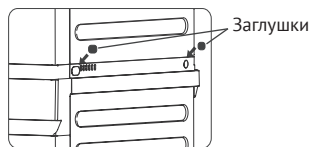

Рис. 5
5. Наклейте заглушки на отверстия для винтов монтажного кронштейна (см. рисунок 5). Установка соединительного элемента завершена.